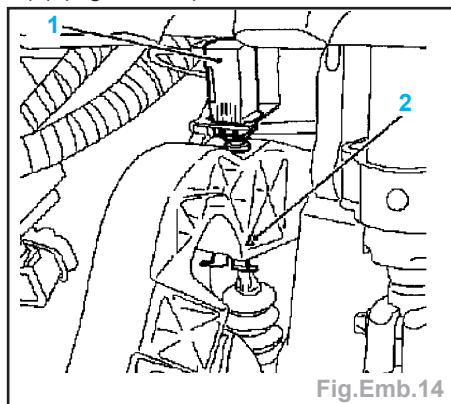
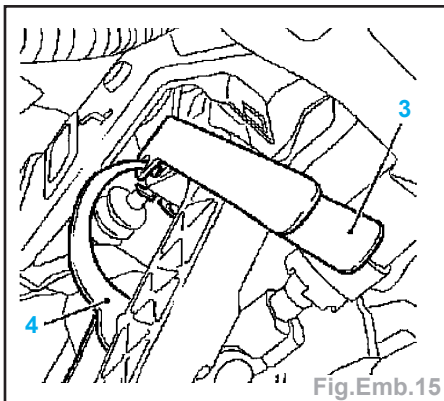

Fig.Emb.14
Fig.Emb.15
- Démontez la conduite d'arrivée (1) du réservoir de liquide de frein.
- Déposer le commutateur d'embrayage (1) (Fig.Emb.14).
- Déclipser la tige de piston du maître-cylindre d'embrayage (Fig.Emb.15) :
- insérer l'outil **KM-6170** (3) (Fig.Emb.15) dans l'évidement de la pédale d'embrayage (2) (Fig.Emb.14),
- introduire l'outil **MKM-6202** (4) dans l'évidement **KM-6170** et comprimer la pince tout en tirant la pédale d'embrayage vers l'arrière.